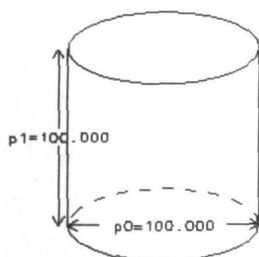

图 1-12 创建圆柱体
(1) 选取【插入】/【成形特征】/【圆柱体】命令, 创建如图 1-12 所示圆柱体 (直径: 100, 高: 100)。